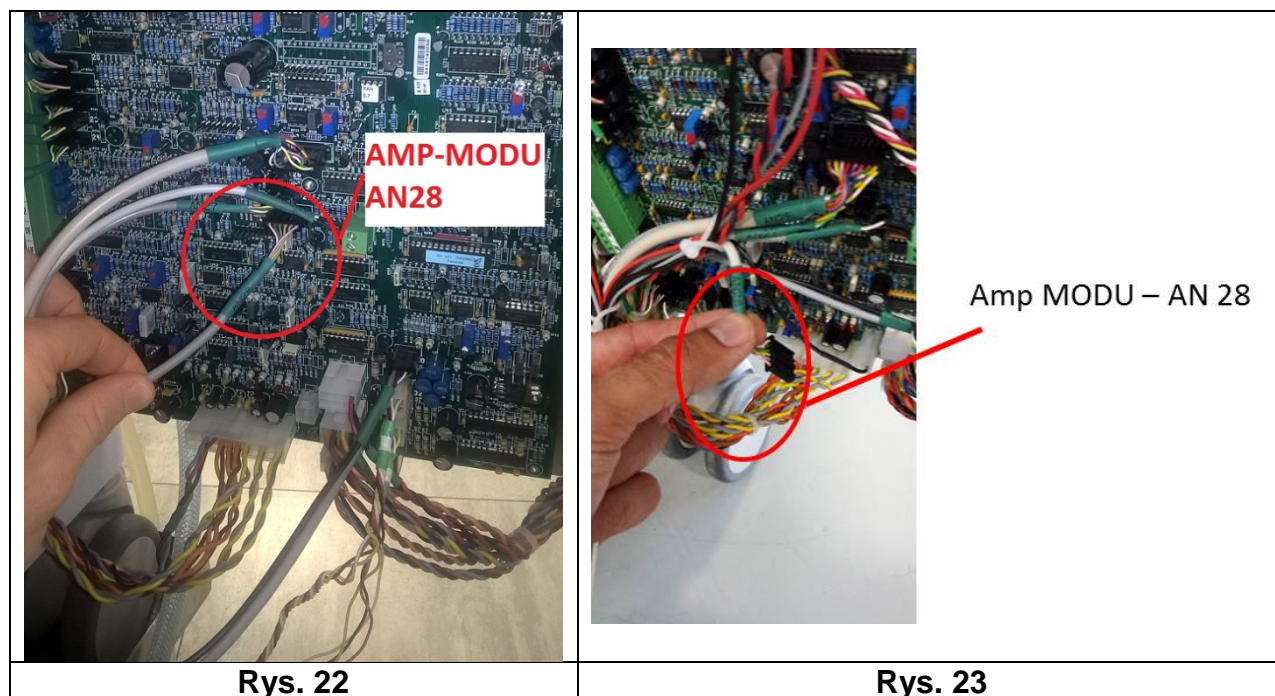

**Rys. 21**
18. Założyć plastikową tacę ochronną nad zasilaczem sieciowym i poprowadzić rurkę odpływową do dolnej części aparatu (**rys. 21**).
19. Podłączyć złącze D-Sub do przepływowomierza różnicowego (**rys. 21**).